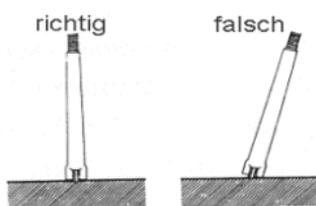

Abb. 8
- \* Lors de la mesure des températures de surface, assurez-vous d'un bon contact de la sonde de température avec la surface à mesurer (Fig. 8).